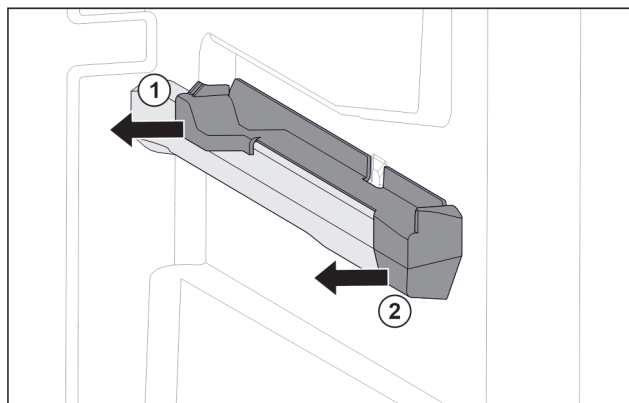

Fig. 79 Вставная часть на правом контейнерном ребре
- ▶ Отодвиньте вставную часть сзади в сторону. Fig. 79 (1)
- ▶ Отодвиньте вставную часть спереди в сторону. Fig. 79 (2)